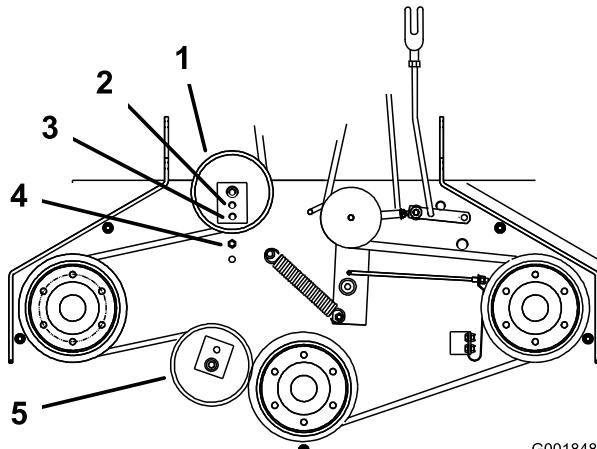

Figura 45
6. Si no es posible ajustar más el tensor y la correa todavía está floja, será necesario cambiar la polea tensora trasera al taladro central o delantero (Figura 45). Utilice el taladro que permita el ajuste correcto.
7. Cuando se cambia de posición la polea tensora, será necesario cambiar también la guía de la correa. Mueva la guía de la correa a la posición delantera (Figura 45).